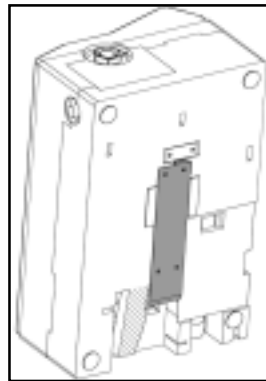

Bild 1
- Biegen Sie die untere Haltetasche (schräffierte Fläche) zur Seite und ziehen die Wandhalterung (grau eingefärbt) nach unten heraus, siehe Rückansicht Bild 1.